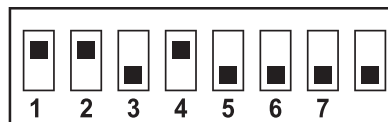
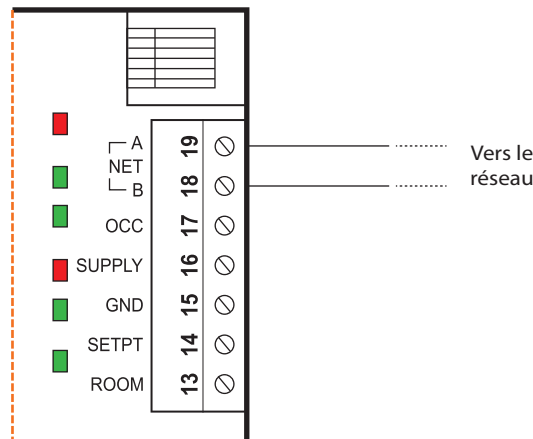

Figure 3 - Commutateur DIP d'adressage
Figure 15 - Raccordement au réseau
- Figure 3 - Interrupteurs d'adressa
- Figure 15 - Raccordement du rése
Dans l'exemple de la figure 3, les interrupteurs #1, #2 et #4 sont enclenchés. Leurs valeur binaire respective étant de 1, 2 et 8, la somme devient donc l'adresse de 11.
Le régulateur ProLon C1000 fonctionne de manière autonome ou en réseau. Lorsqu'il fonctionne en réseau, il communique en temps réel avec les autres régulateurs. La communication par défaut du régulateur C1000 est le protocole de communication Modbus RTU sur RS485. L'adresse s'établit à partir de l'interrupteur d'adressage situé sur la carte C1000. (voir figure 3). Le câble réseau se branche sur les bornes «NET» situées sur le régulateur ProLon C1000 selon la plate-forme réseau choisie (voir figure 15).